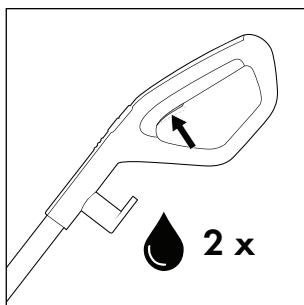
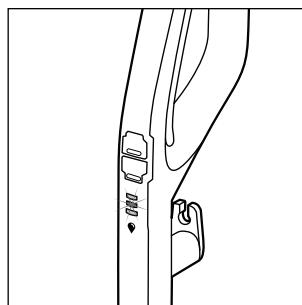

Fig. 14
Fig. 15
- ◆ Tryk kort to gange på kontakten til rengøringsopløsning ⑯ for brug for at aktivere den permanente sprayfunktion og gøre børsterullen ⑥ med rengøringsopløsning klar til brug (se fig. 14). Indikatoren for rengøringsopløsningen ⑯ blinker blåt, når den permanente sprayfunktion er aktiveret, eller når der trykkes på kontakten til rengøringsopløsning ⑯ (se fig. 15).